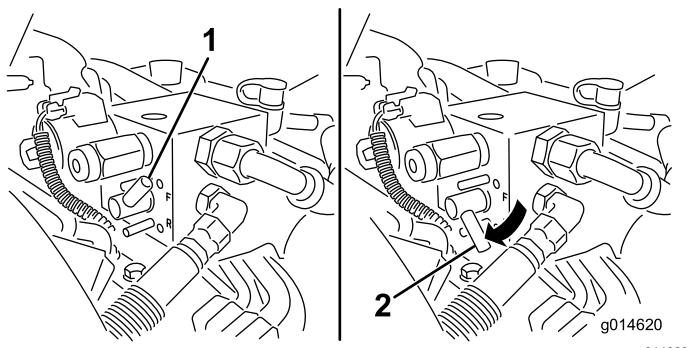

Figura 59
5. Girate la leva di lappatura in posizione di RETROMARCIA (R) (**Figura 59**).